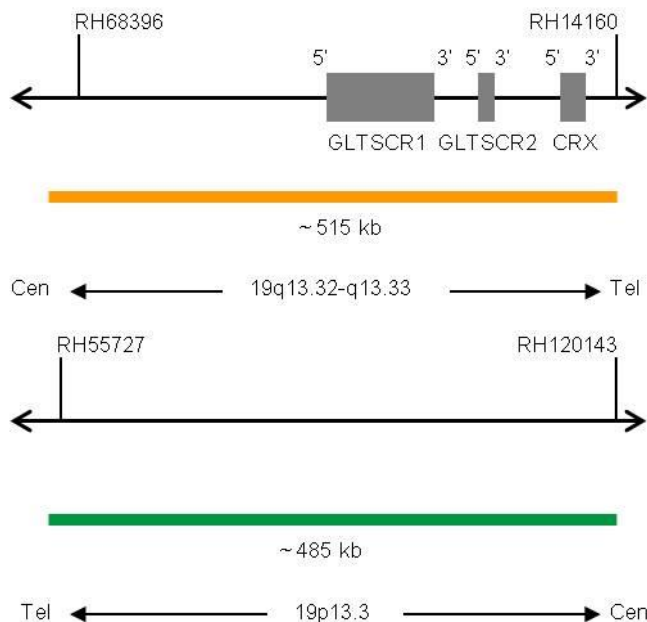

Fig. 1 : En haut : carte des sondes SPEC 19q13, en bas : Carte des sondes SPEC 19p13 (pas à l'échelle)
- Polynucléotides marqués au ZyOrange (excitation 547 nm/émission 572 nm) (~1,5 ng/ μ l), qui ciblent une séquence de 19q13.32-q13.33* (chr19:47,857,776-48,374,564) (voir figure 1).
- Polynucléotides marqués au ZyGreen (excitation 503 nm/émission 528 nm (~10,0 ng/ μ l), qui ciblent une séquence de 19p13.3* (chr19:658,555-1,144,465) (voir figure 1).